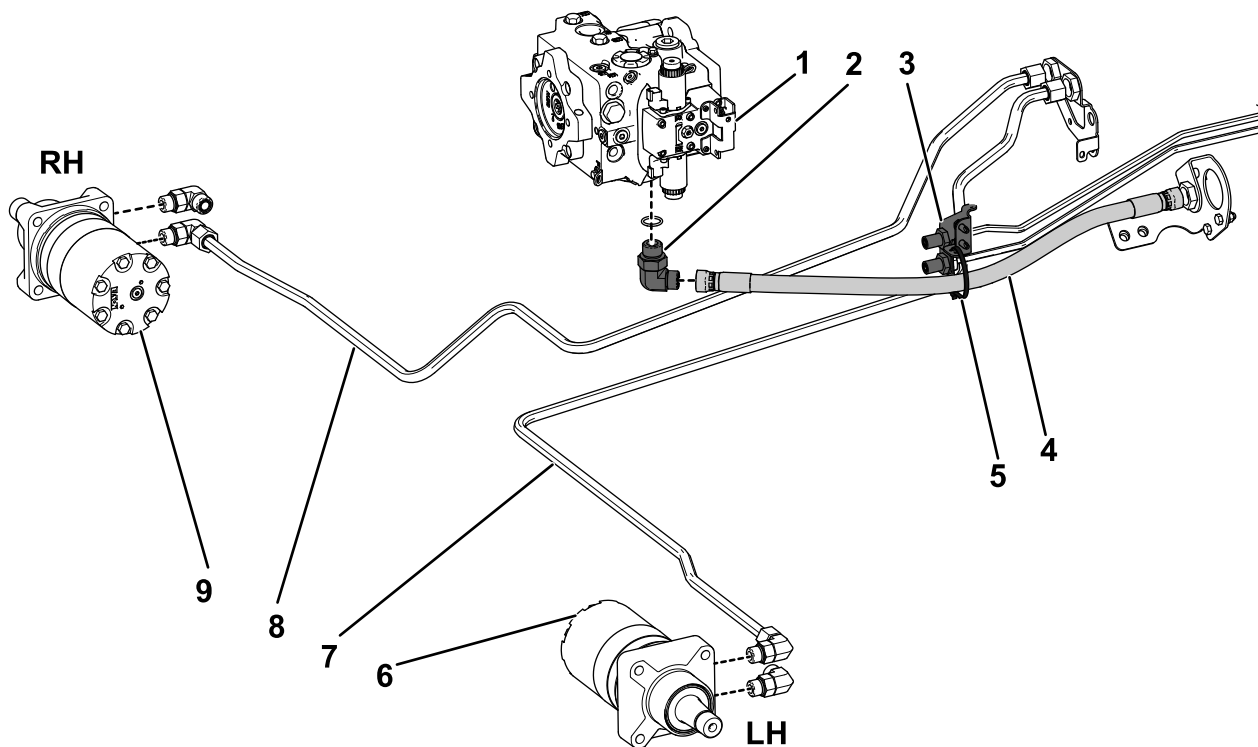

図 12
1. 油圧チューブ P/N 108-7622 を、右側ホイールモータのフィッティングと、右側フレームのバルクヘッドの右側油圧チューブに接続する 図 12。
2. 油圧チューブ部品番号108-7623を左ホイールモーターフィッティングと右フレーム隔壁内の左油圧チューブに接続する 図 12。チューブをモーターフィッティングに8189N・m8.79.6kg・mのトルクで締め付ける。
3. 可変ポンプの底部に90°油圧フィッティングを取り付ける 図 12。フィッティングをポンプに183202N・m19.821.8kg・mのトルクで締め付ける。
- モデル 03950 と 03954 では、 図 12 のように、油圧ホースをバルクヘッドにケーブルタイで固定する。